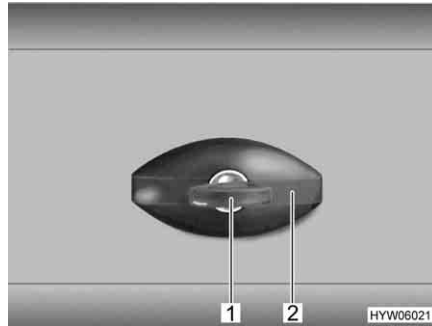

Bild 28 Klappenschloss, ellipsenförmig, verschlossen
- Schlüssel in Schließzylinder (Bild 28,1) stecken und eine viertel Umdrehung entgegen dem Uhrzeigersinn drehen. Schlossgriff (Bild 28,2) schnappt heraus.